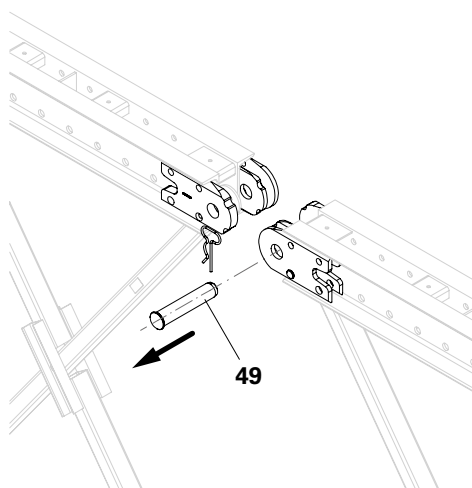

Fig. E2.03
1. Svitare gli attacchi di connessione (5) nel corrente superiore e inferiore.
2. Sfilare i perni di collegamento (49) verso l'elemento di telaio adiacente. (Fig. E2.03 + E2.04)
4. Smontare le aste di impalcatura (6).
5. Svitare gli attacchi di impalcatura (3), gli attacchi combinati verticali (4) e gli attacchi di connessione (5).
8. Sfilare i perni di collegamento (49) verso l'elemento di telaio adiacente. (Fig. E2.03)